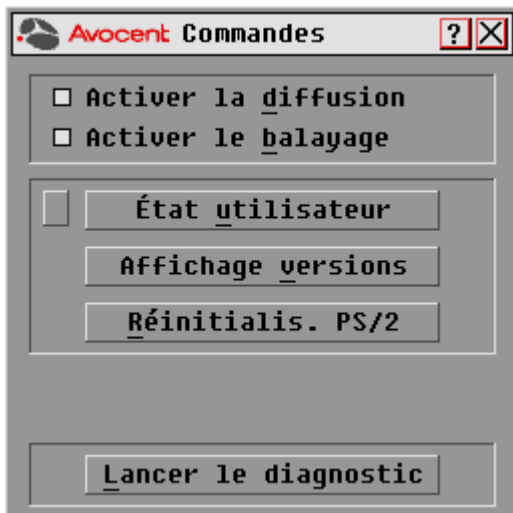

Figure 3.16 : Boîte de dialogue Commandes de l'interface OSCAR
2. Cliquez sur le bouton *Commandes* pour ouvrir la boîte de dialogue Commandes, comme indiqué à la Figure 3.16.